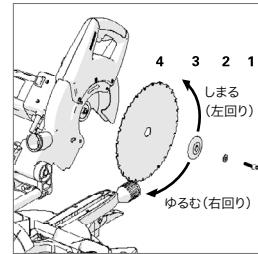

図39
- ・ 六角レンチで中穴ネジをゆるめ(右回りにまわす)、中穴ネジ、ワッシャー、ウーターフランジ、ブレードの順に取り外します。(図39)